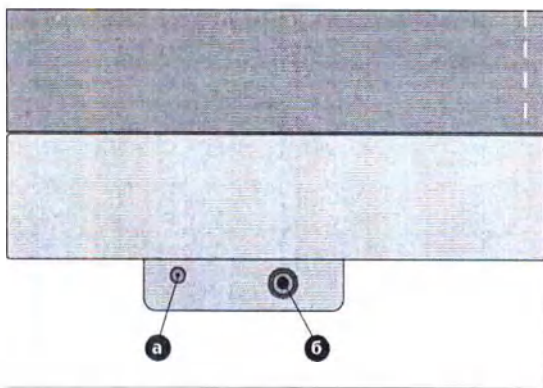

Рис. 4-16 Гнезда для подключения микрофона (а) и трубки манжеты (б)
- Подсоедините кабель микрофона к гнезду **а** (рис. 4-16).